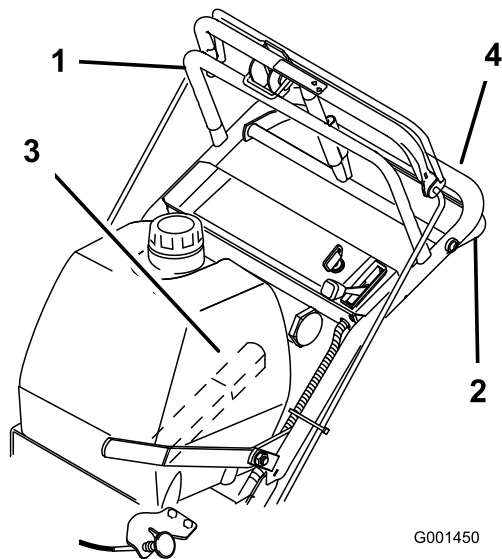
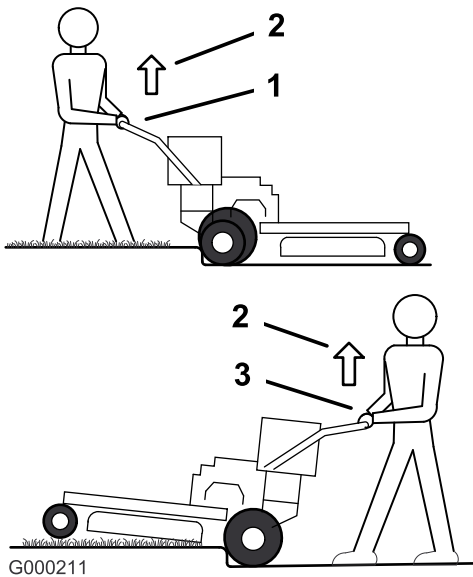
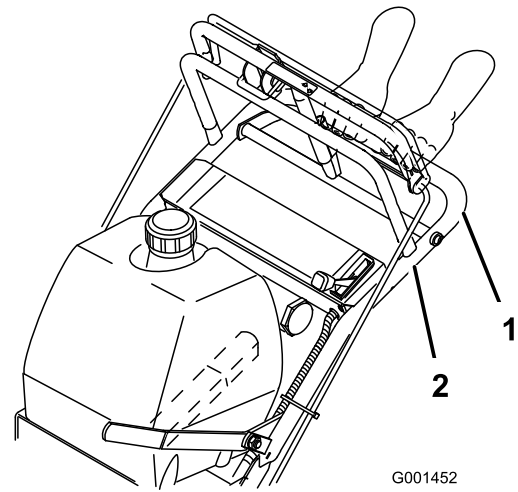

Figure 10
Figure 11
Figure 12
1. Pour vous déplacer en marche avant, sélectionnez une vitesse en marche avant (Figure 10).
3. Appuyez lentement sur la barre de commande supérieure pour avancer (Figure 10).
Pour vous déplacer en ligne droite, appliquez une pression égale aux deux extrémités de la barre de commande supérieure (Figure 10).
Pour tourner, relâchez la pression sur le côté de la barre de commande supérieure dans la direction que vous voulez prendre (Figure 10)
3. Rapprochez lentement la barre de commande inférieure de la partie inférieure du guidon pour vous déplacer en marche arrière (Figure 10).
3. Conduisez la machine jusqu'à ce que les roues pivotantes touchent la bordure (Figure 11).
4. Appuyez sur le guidon pour soulever l'avant de la machine (Figure 11).
5. Conduisez la machine jusqu'à ce que les roues motrices touchent la bordure (Figure 11).
6. Abaissez l'avant de la machine (Figure 11).
7. Engagez la barre de commande inférieure et soulevez la partie inférieure du guidon simultanément pour monter sur la bordure (Figure 10 et Figure 11).
- Conduisez la machine jusqu'à ce que les roues motrices touchent la bordure (Figure 11).
- Engagez la barre de commande inférieure et soulevez la partie inférieure du guidon simultanément (Figure 10 et Figure 12).